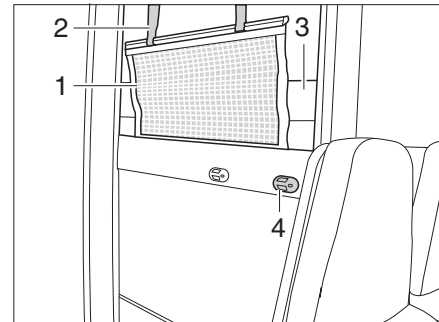

Bild 142 Etagenbett (Seite)
- Matratze (Bild 142,3) von oberem Bett nehmen und auf unteres Bett legen.
- Die Aufstiegsleiter mit den Holmen in die Halterung (Bild 142,4) an der Blende einhängen.
Das Sicherungsnetz (Bild 142,1) ist serienmäßig zwischen Matratze und Lattenrost verstaut. Das Sicherungsnetz erst aufspannen, wenn sich die Personen bereits im Bett befinden.
- Die Haltebänder (Bild 142,2) in die Halterungen an der Decke einrasten.